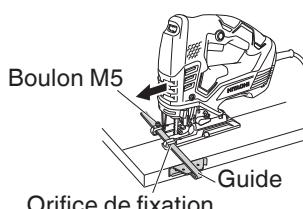

Fig. 13
- (3) Fixer le guide en le faisant passer dans l'orifice de fixation de la base et serrer le boulon M5. (Fig. 13)
- (4) Réglér la position orbitale sur "0".
REMARQUE: Pour assurer une coupe précise lors de l'utilisation du guide (Fig. 13), toujours régler la position orbitale sur "0".